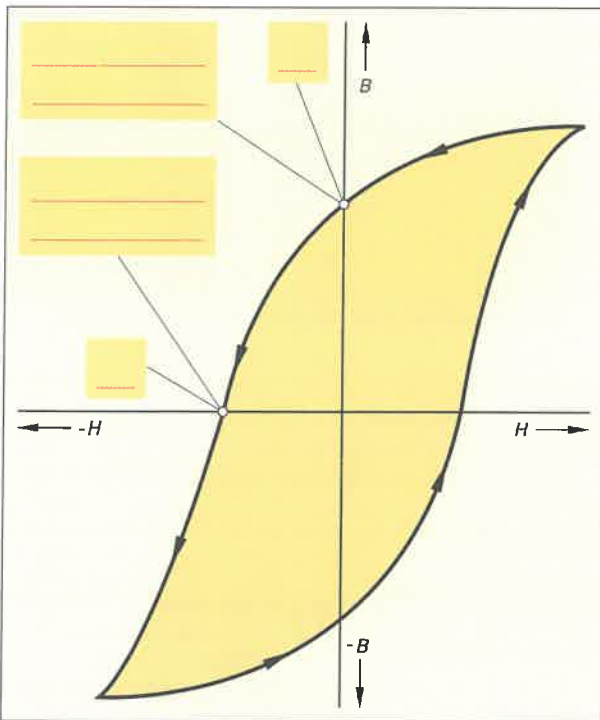

Bild 2: Ummagnetisierungskennlinien
- Benennen Sie im **Bild 2** die magnetischen Kenngrößen an der Ummagnetisierungskennlinie für einen hartmagnetischen Werkstoff.
- Zeichnen Sie in das **Bild 2** den Kennlinienverlauf für einen weichmagnetischen Werkstoff ein.
- Erklären Sie mithilfe des Ergebnisses von a) die Bedeutung der Flächengröße einer Ummagnetisierungskennlinie (**Bild 2**).